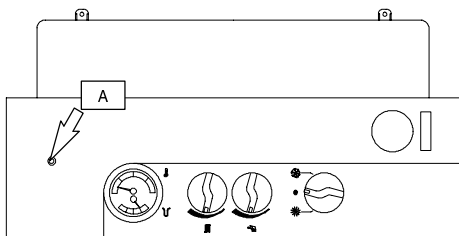

fig. 6.1
- 4 Togliere la vite "A" indicata in fig. 6.1 e ribaltare il pannello comandi in avanti.